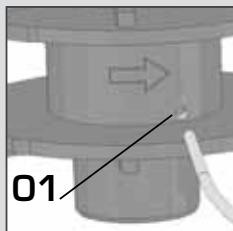

Fig. 09
Encaixe o fio no furo do carretel(1) conforme figura **[Fig 09]**.